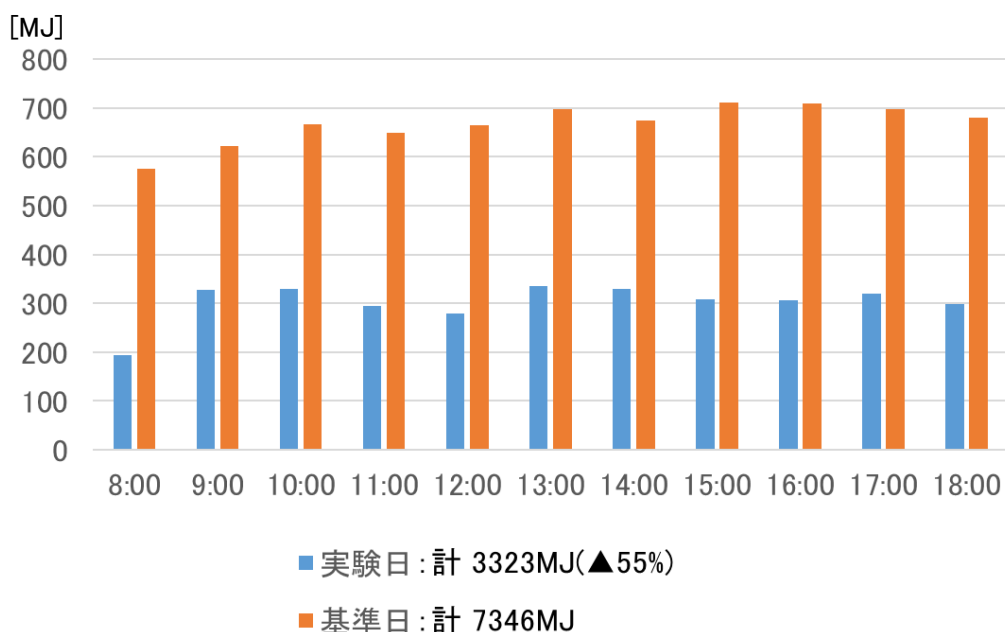
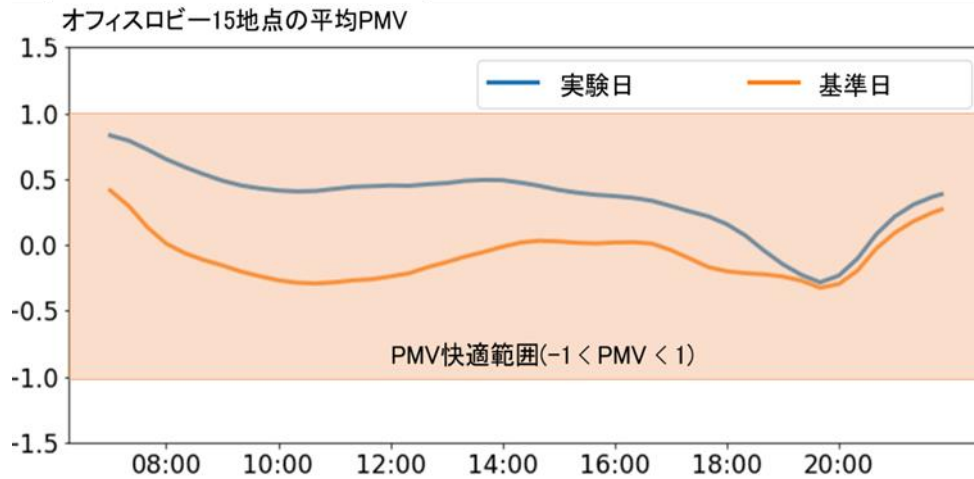

図 2: 実験日と基準日における空調機の消費エネルギー量(冷水熱量)
図3: 実験日と基準日における平均PMVの変化
- JR 新宿ミライナタワーのオフィスロビーにおいて実際に本技術を適用した結果、快適性を保ちつつ、従来制御と比較して消費エネルギー量を約50%削減できることを実証(図2、図3)